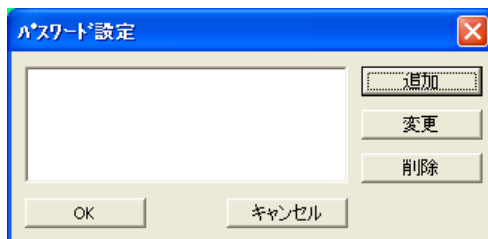

図 18-1
1. メニューバーの「設定」から「パスワード設定」を選択すると、図 18-1 のパスワード設定画面が表示されます。